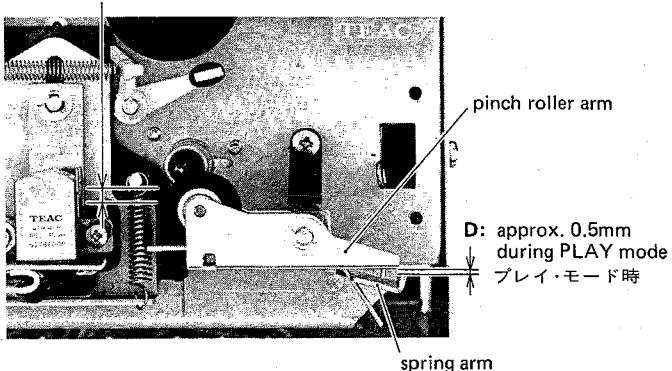

Fig. 4-4
- With the deck in the play mode, check that there is a clearance of approx. 0.5 mm between the pinch roller arm and the spring arm ("D" in fig. 4-4).
- Repeat switching operations from STOP to PAUSE mode two or three times, and make sure that when repeating steps 1 and 2, the clearances "D" and "B" are within the specified range respectively. Also make sure there is a clearance between head base and spring stud ("C" in fig. 4-4).
**Note:** During play operation, make sure there is a clearance of approx. 0.5 mm between the pinch roller arm and the spring arm. Refer to fig. 4-4.
- プレイ・モードにして、ピンチ・ローラ・アームとスプリング・アームのすき間(図4-4のD)が約0.5mmであるか確認する。
- ストップ・モードからポーズ・モードへの切換え操作を2, 3度繰り返した後、再度1, 2項のチェックをして、間隔DとBがそれぞれ規定通りか確認する。また、ヘッド・ベースとスプリング支柱との間(図4-4のC)にすき間があるか確認する。
注意： プレイ・モード中、ピンチ・ローラ・アームとスプリング・アーム間に約0.5mmのすき間があるか確認する(図4-4参照)。